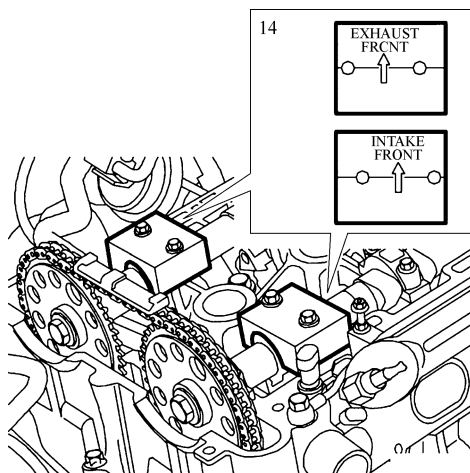

图 7-23 步骤 14) 操作示意图
14) 拆下排气凸轮轴和进气凸轮轴的 2 号和 7 号轴承盖，安装凸轮轴调整工具。将凸轮轴调整工具螺栓紧固至 $10\text{N} \cdot \text{m}$ ，如图 7-23 所示。